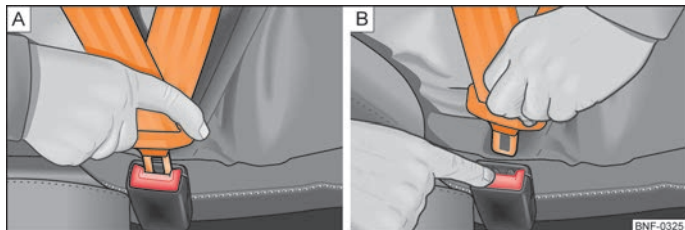

Fig. 74 [A]: Sådan sættes sikkerhedsselens låsetap ind i seletåsen. / [B]: Sådan frigøres låsetappen fra seletåsen.
- Sæt låsetappen ind i den seletås, der hører til den pågældende siddeplads ⇒ Fig. 74 – [A]. Du skal kunne høre, at den går i hak.
- Tryk på den røde knap i seletåsen ⇒ Fig. 74 – [B]. Låsetappen springer ud.